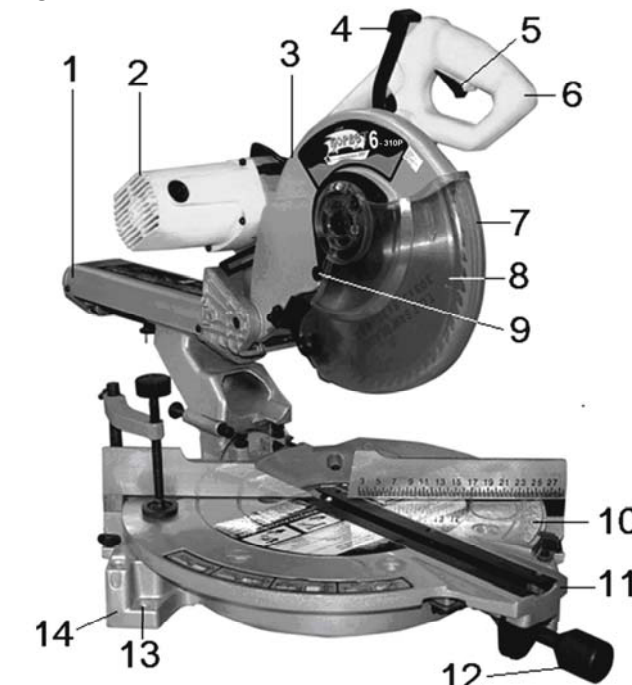
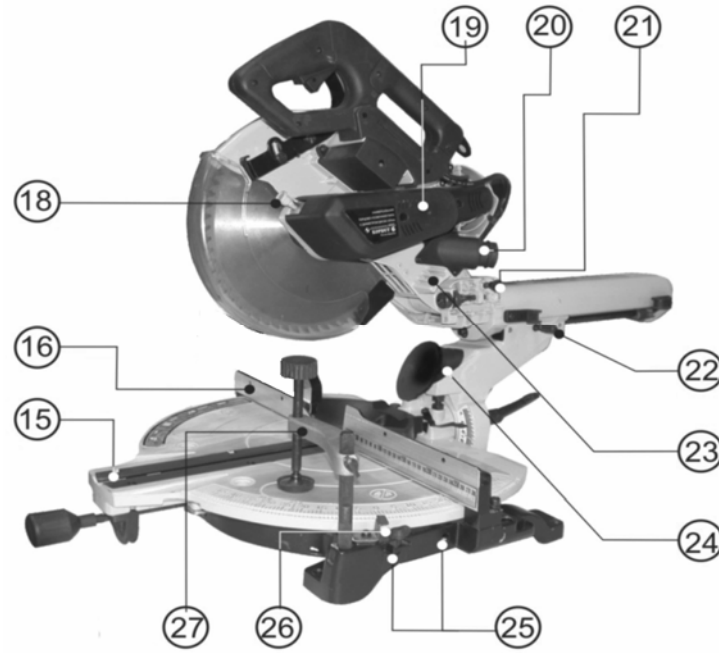
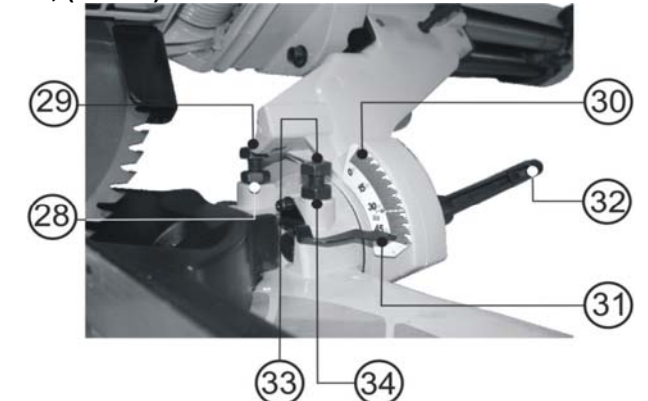
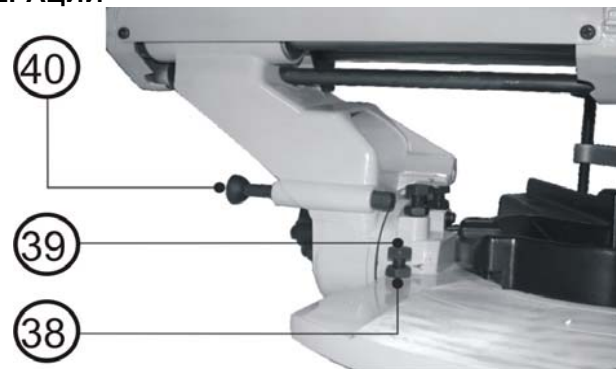

Рис. 2
Рис. 3
Рис. 4
Рис. 6
- Нажмите на рукоятку (6), Рис. 2, перемещения пилы вниз и отведите штифт блокировки пилы в нижнем положении (21), Рис. 3, в крайнее заднее положение.
ВНИМАНИЕ: Штифт блокировки пилы в нижнем положении (21), Рис. 3, применяется только для блокировки пилы при ее транспортировании, а не при пилении.
- 8.2.1. Сожмите металлические выступы зажимного хомута мешка и наденьте его на выходной патрубок (20), Рис. 3.
- 8.3.1. Установите горловину пылесборника в патрубок опоры (24), Рис. 3, ниже режущей головки.
- 8.4.2. Вставьте выдвижную опору в отверстия (25), Рис. 3, станины (14), Рис. 2.
- 8.4.3. Затяните винт фиксации выдвижной опоры (26), Рис. 3.
- 9.1. Необходимо надежно закрепить пилу болтами на верстаке. С этой целью основание пилы имеет четыре отверстия (13), Рис. 2. Это обеспечит устойчивость пилы и безопасность её эксплуатации, предотвратит возможность травматизма.
ВНИМАНИЕ: Перед включением пилы в розетку удостоверьтесь, что выключатель пуска (5), Рис. 2, правильно действует и возвращается в позицию «Выкл.» при его отпускании.
10.3. Рычаг блокировки защитного кожуха, (Рис. 2) .
11.1. Установка ограничительного упора наклона на 90° и на 45°, (Рис. 4)
11.1.1. Для установки ограничительного упора наклона на 90° переместите каретку режущей головки (1), Рис. 2, в крайнее заднее положение и затяните ручку фиксации перемещения каретки (22), Рис. 3. Установите на рабочий стол угольник. Ослабьте фиксирующую гайку (34) и заверните болт (33), Рис. 4, на два оборота по часовой стрелке. Ослабьте ручку фиксации угла наклона (32), Рис. 4., и переместите режущую головку вправо до упора диска в угольник. Установите режущую головку под углом 90° к столу, добившись прилегания всей плоскости диска к угольнику. Затяните ручку фиксации угла наклона (32), Рис. 4. Выверните болт (33), Рис. 4, против часовой стрелки до его соприкосновения с ограничительным упором наклона. Затяните фиксирующую гайку (34), Рис. 4.
Ослабьте ручку фиксации угла наклона (32), Рис. 4. и переместите режущую головку до ограничительного упора наклона влево, а затем до ограничительного упора наклона вправо. Затяните ручку фиксации угла наклона (32), Рис. 4. Еще раз проверьте правильность регулировки угольником (при необходимости повторите регулировку). Установите указатель угла наклона (31), Рис. 4, на "0°" шкалы наклона (30), Рис. 4, винтом фиксации указателя. 11.1.2. Установку ограничительного упора наклона на 45° проводите после его установки на 90°. Для установки ограничительного упора наклона на 45° переместите каретку режущей головки (1), Рис. 2, в крайнее заднее положение и затяните ручку фиксации перемещения каретки (22), Рис. 3. Ослабьте ручку фиксации угла наклона (32), Рис. 4, и переместите режущую головку влево до соприкосновения ограничительного упора наклона с болтом (29), Рис. 4. Ослабьте контргайку (28) и болтом (29) подрегулируйте угол 45°. Регулируйте до совмещения указателя угла наклона (31) и отметки 45° на шкале наклона (30), Рис. 4. Затяните контргайку (28), Рис. 4.
12.1.1. Для жесткого удержания заготовки всегда пользуйтесь вертикальной струбциной (27), Рис. 3. Для вертикальной струбцины имеются шесть отверстий в станине. Вертикальная струбцина (27), Рис. 3, устанавливается в отверстия станины (14), Рис. 2. Вставьте стержень вертикальной струбцины в отверстие станины на задней стороне фронтального упора. Установите вертикальную струбцину в соответствии с размером и формой заготовки и зафиксируйте ее с помощью зажимного винта.
13.2.1. С помощью этой пилы можно пилить с левым наклоном под углом от -3° до 50° (по показаниям шкалы). Снимите горловину пылеотсоса. Отпустите ручку фиксации угла наклона (32), Рис. 4, и установите заданный угол наклона. Для его сохранения снова затяните ручку фиксации угла наклона. Зажмите заготовку вертикальной струбциной (27), Рис. 3. Зафиксируйте каретку режущей головки (1), Рис. 2, в крайнем заднем положении ручкой фиксации перемещения каретки (22), Рис. 3. Включите пилу, после чего нажмите рычаг блокировки защитного кожуха диска, чтобы опустить режущую головку вниз.
Примечание: Для пиления плитуса пила снабжена специальным устройством наклонного пиления под углом 33,9°. Если необходим этот угол, отпустите ручку фиксации угла наклона (32), Рис. 4, и установите блокировочную шпильку (40), Рис. 6, на регулировочный болт (39), Рис. 6, с контргайкой (38), Рис. 6. Затяните ручку фиксации угла наклона (32), Рис. 4.